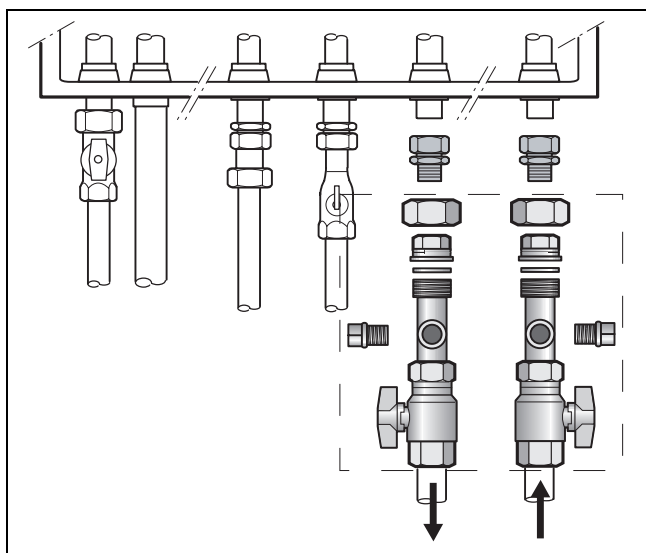

Fig. 4 Racordul circuitului de încălzire (HKA accesorii) la Logamax plus GB112-24T25
- A se monta înșurubarea racordurilor (Fig. 4).